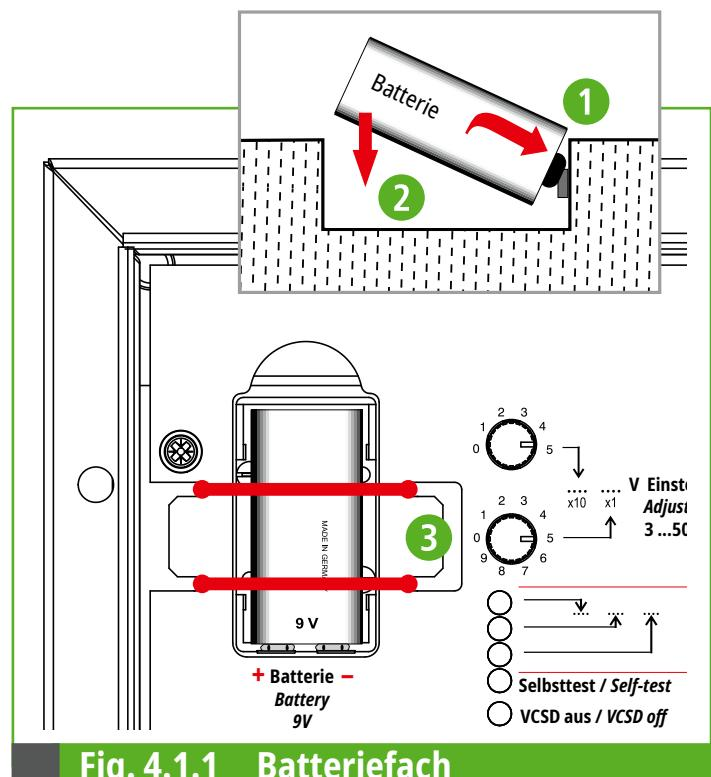

Fig. 4.1.1 Batteriefach
- ☞ Zum Entnehmen der Batterie, zuerst O-Ring entfernen und dann die Batterie herauskippen (Beachte hierzu Fig. 4.1.1, Seite 11).
Im Auslieferungszustand befindet sich die Blockbatterie 9 V (Art.-Nr. 923 099) im Batteriefach des VCSD. Vor der Inbetriebnahme muss die an der Batterie (Anschlusspole +/-) angebrachte Polschutzabdeckung entfernt werden. Erst dann kann die Batterie ordnungsgemäß wie in Fig. 4.1.1 dargestellt eingelegt bzw. angeschlossen werden.
Zum Sichern ③ der Batterie muss der O-Ring wieder angebracht werden (siehe Fig. 4.1.1).